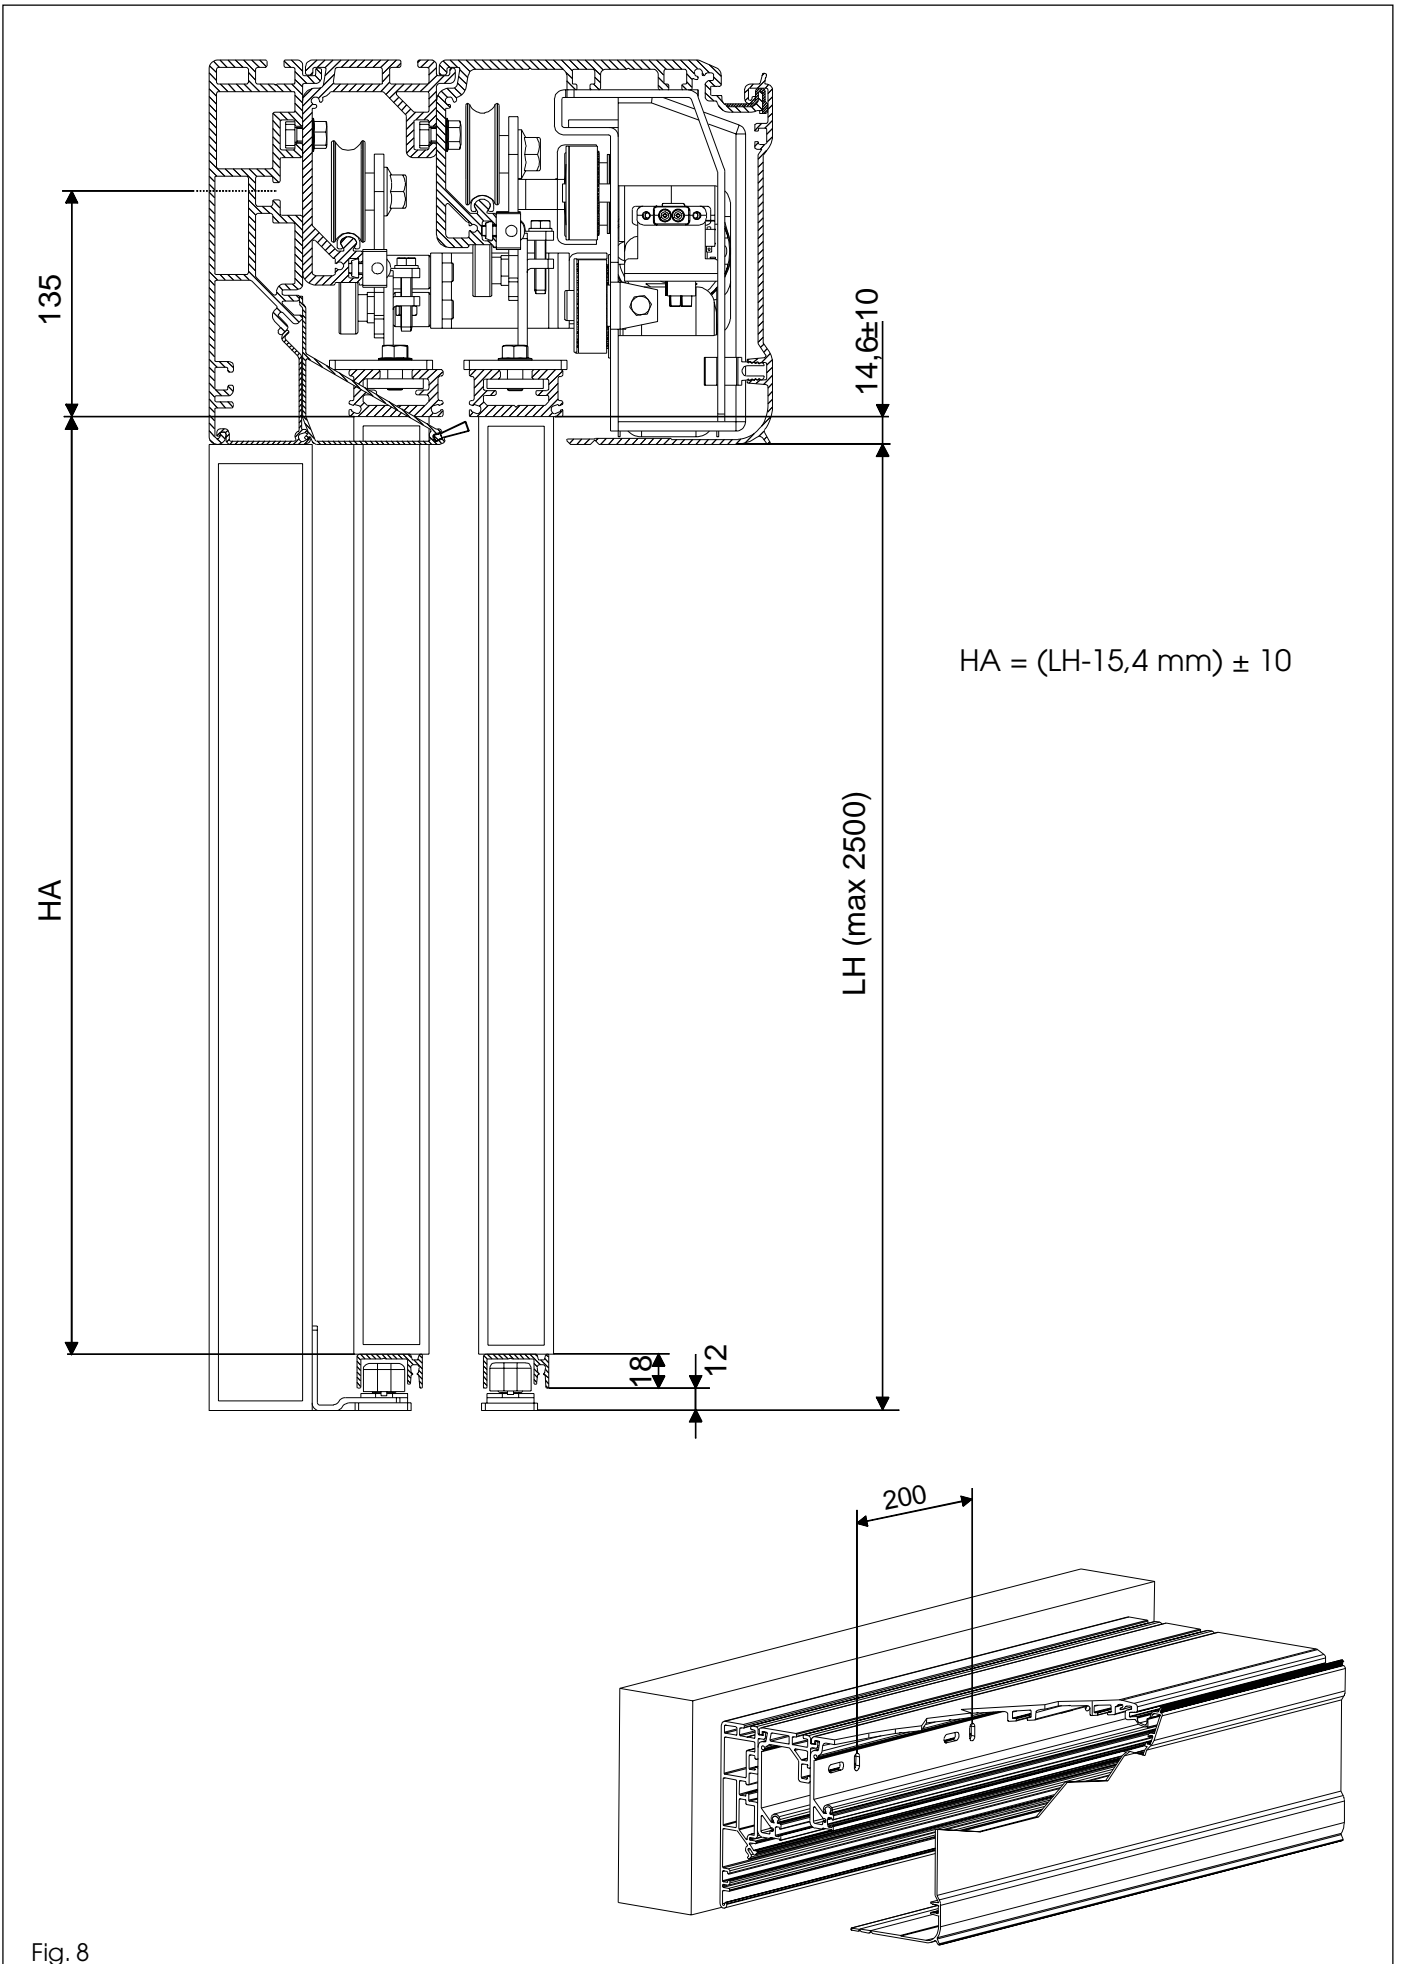

Fig. 8
•Bepaal de exacte positie van het zelfdragende profiel - neem hierbij de maten van fig. 8 in aanmerking. De dwarsbalk moet parallel aan de vloer worden bevestigd.
Zet de balk in het midden vast door hem met kracht op te tillen, zodat de drie bevestigingspunten op één lijn liggen. Ga verder met de resterende bevestigingen om de 20 cm in de verticale uitsparingen, zoals op fig. 8.